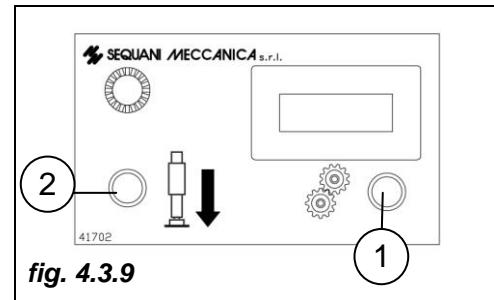

fig. 4.3.9
- Verificare che la spia del quadro in cabina sia spenta, segnalando l'avvenuto rientro degli stabilizzatori (pos. 2 fig. 4.3.9).